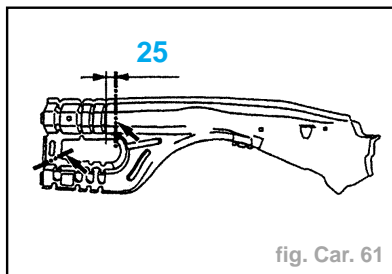

fig. Car. 61
- Tracer, puis découper à l'aide d'une meule épaisseur **1 mm** (coupes définitives) (fig. Car. 61).